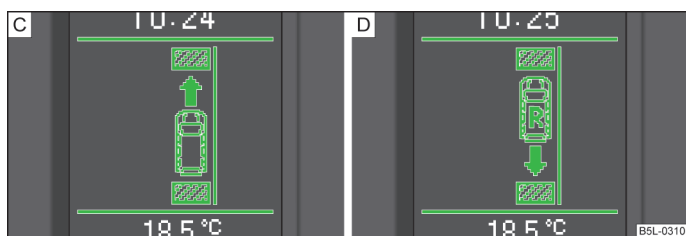

Fig. 103 Pantalla informativa: Indicación para el acoplamiento de la marcha hacia adelante [C] o de la marcha atrás [D]
- En caso de que no se pueda aparcarse rápidamente, continuar el aparcamiento siguiendo más pasos. Si en la pantalla informativa la flecha parpadea hacia adelante [C] » fig. 103, introducir entonces la primera marcha o colocar la palanca selectora en posición D.
- Si en la pantalla informativa parpadea la flecha hacia atrás [D] » fig. 103, conectar nuevamente la marcha atrás o colocar la palanca selectora en la posición R.